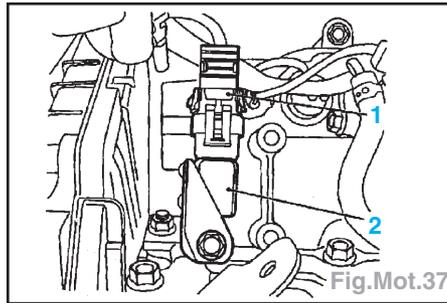

Fig.Mot.37
- le capteur de pression de suralimentation (2) et débrancher la fiche (1) (Fig.Mot.37),